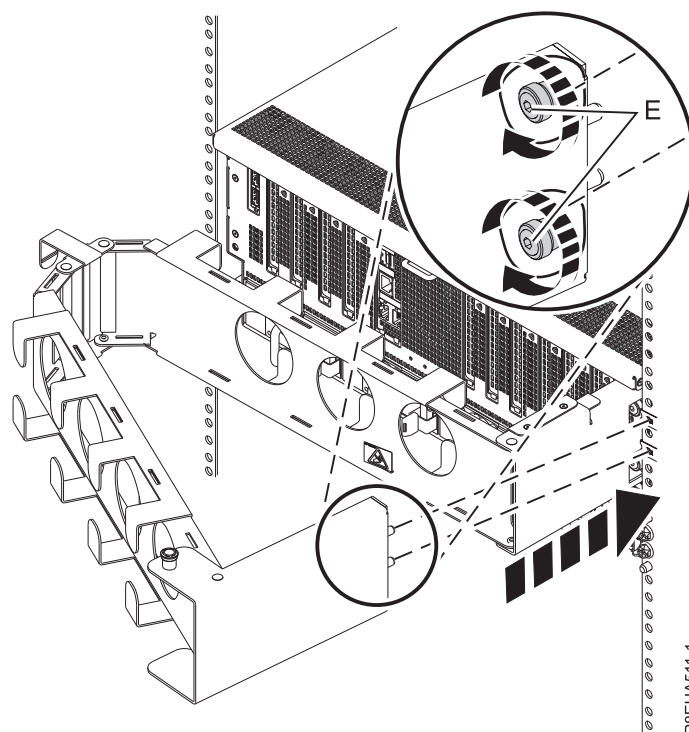

Figura 19. Fijación de la placa externa a los rieles
3. Fije la placa externa a los rieles con los dos tornillos cautivos (E), tal como se muestra en la Figura 19.